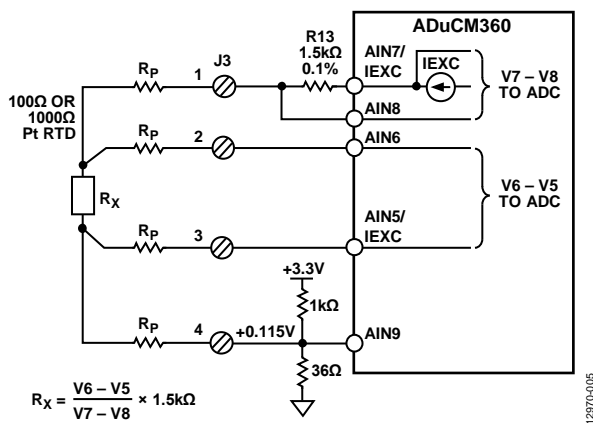

図 5. 4 線 RTD 接続の構成
4線 RTD の構成を図 5 に示します。
- a. 4線RTD (図5を参照)：正の電流励起ワイヤをJ3のピン1に、正の電圧検出ワイヤをJ3のピン2に接続します。負の電流励起ワイヤをJ3のピン4に、負の電圧検出ワイヤをJ3のピン3に接続します。